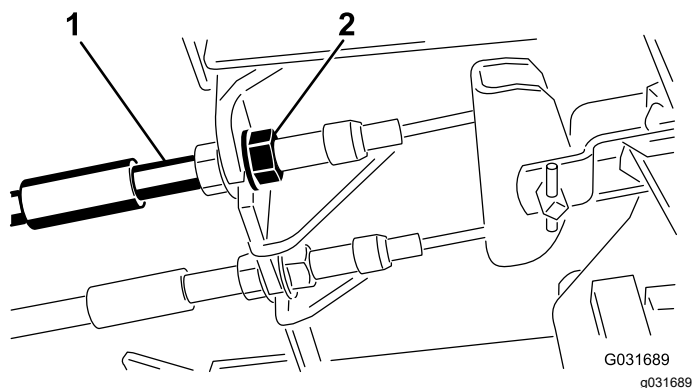

Рисунок 54
1. Чтобы уменьшить свободный ход тормозных педалей, затяните тормоза, ослабив переднюю гайку на резьбовом конце троса тормоза (Рисунок 54).